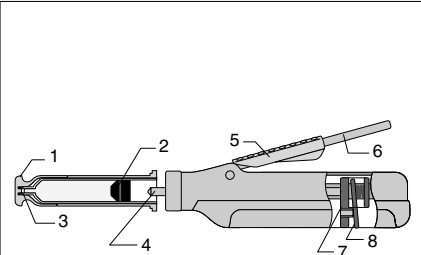

Fig. 1
- Palanca de liberación (Fig. 1)